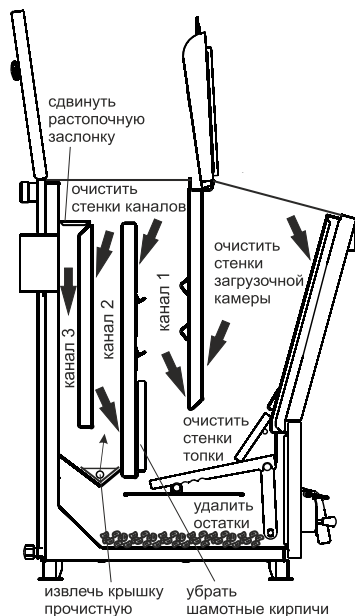

Рис.8 Схема чистки котла
7.3.3. Чистку котла от смолистых отложений и сажи рекомендуется производить на прогревом 80°C теплоносителя в котле по мере загрязнения, но не реже одного раза в три месяца в следующей последовательности (см.Рис.8):